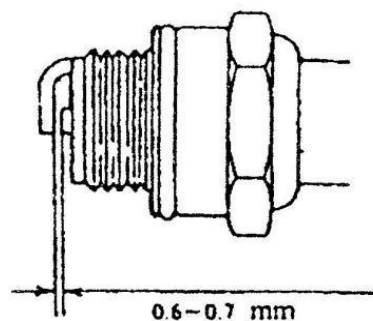

Fig. 16
- (1) Po codziennej pracy umyj filtr powietrza, bo jeśli chemikalia przylepią się do gąbki zmniejszy się moc silnika. Zwracaj na to szczególną uwagę!
- (2) Po umyciu gąbki benzyną należy nałożyć ją z powrotem.
- (3) Prawidłowa szczelina między elektrodami świecy powinna wynosić 0.6-0.7mm, sprawdzaj ją często, jeśli jest zbyt duża lub zbyt mała, popraw — jak pokazano na rys.16.
- (4) Świeca zapłonowa pasująca do tego urządzenia ma symbol 4106J. Nie używaj innych modeli. Jeśli trzeba wymienić świecę można ją kupić w serwisie urządzeń ogrodniczych czy też sklepie ze sprzętem rolniczym lub ogrodniczym.